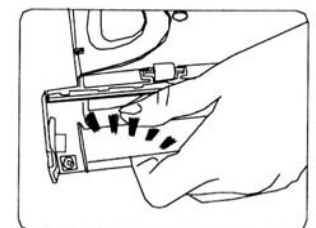

Fig. 14
6. Retirez la barre de la brosse hors de la bague et passez-la à côté de la courroie pour la retirer de la balayeuse (fig. 14).
7. Insérez la nouvelle barre de brosse dans la bague située à l'opposé de la courroie de transmission en premier (fig. 14).